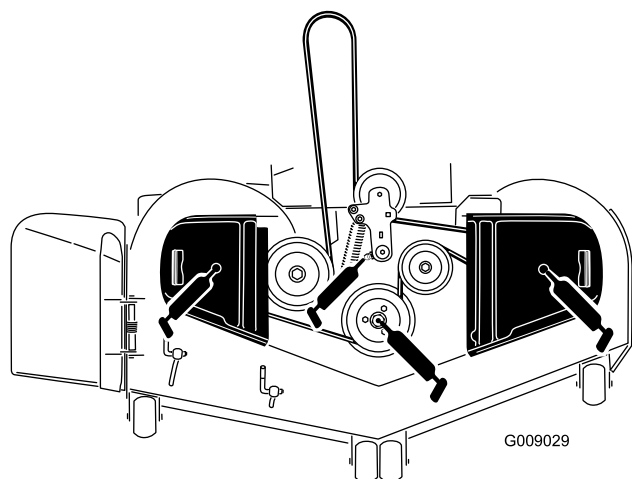

Figure 44
3. Graissez le pivot de la poulie de tension du plateau de coupe jusqu'à ce que la graisse ressorte par le bas (Figure 44).
4. Graissez les graisseurs sur le haut des 3 roulements d'axes jusqu'à ce que la graisse ressorte (Figure 44).
5. Graissez le bras de la poulie de tension de la courroie d'entraînement (Figure 44).